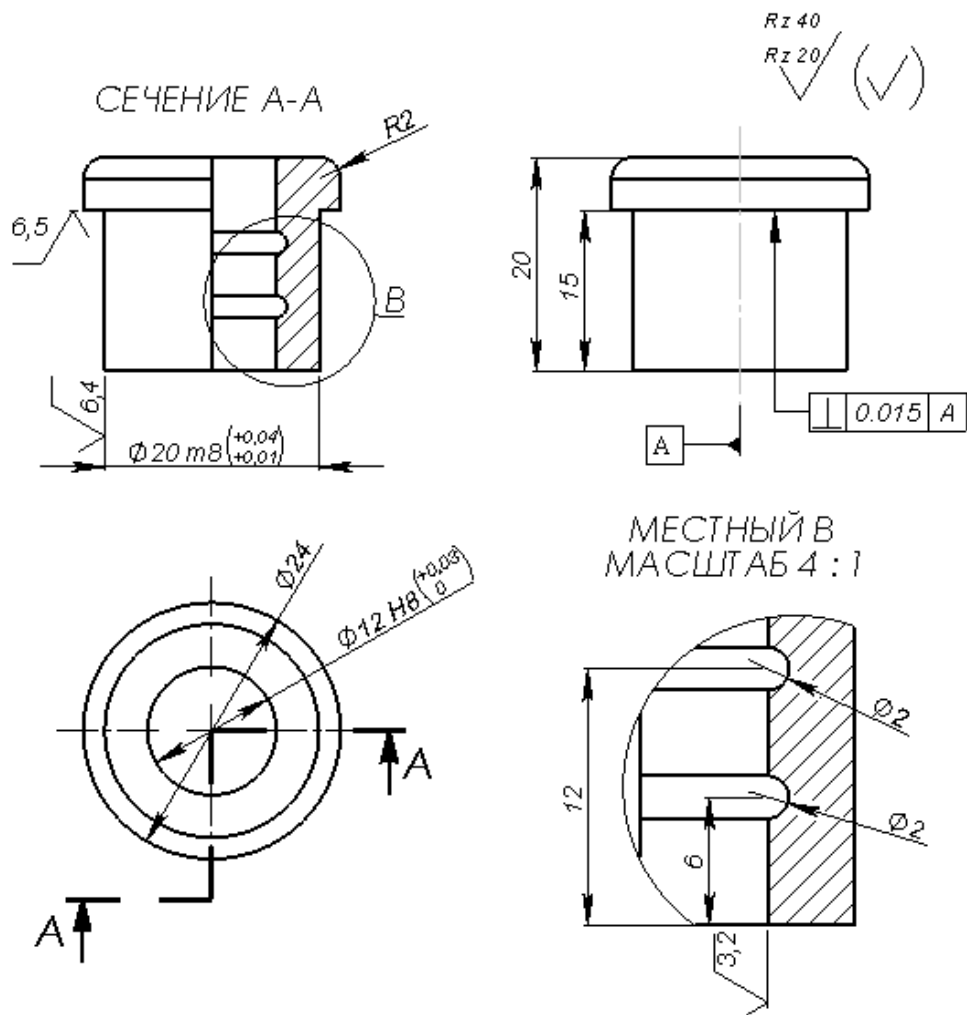

Рис. 1.Фрагмент чертежа детали «Втулка»
2. Построить 3D модель детали «***Втулка***» в соответствии с рис.1 и сохранить в папке «***Итоговое занятие***».